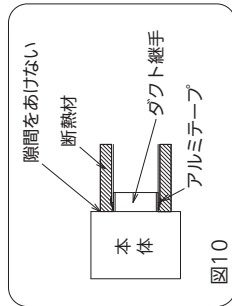

図10
2. ダクトをダクト継手にしっかり差し込み、空気が漏れないようにアルミテープなどで接続部を巻いてください。 (図10)